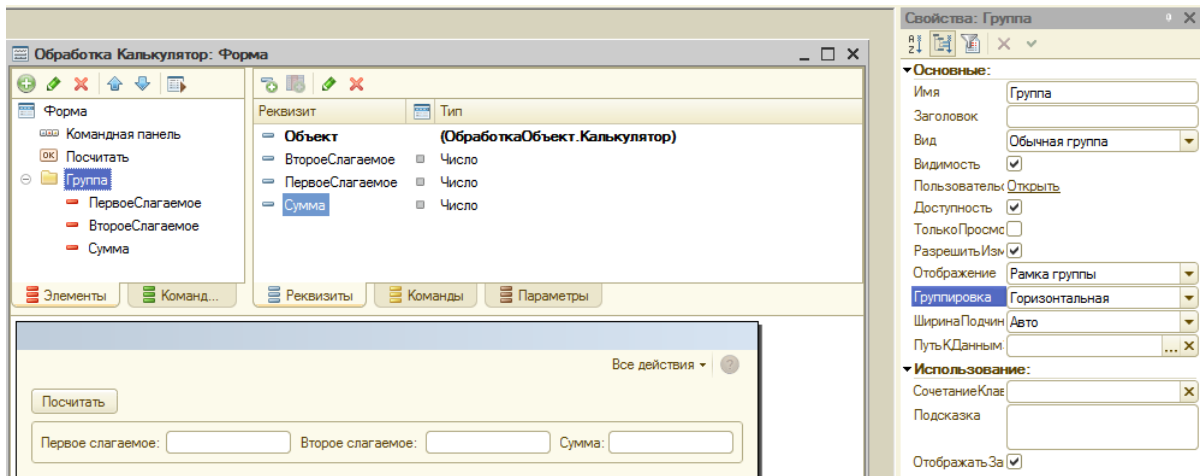

Рисунок 133 Пример настройки формы
- С помощью контекстного меню измените **Свойства** элемента **Группа**: Отображение и Группировка. Изменяйте свойства и приведите вид формы к необходимому. Пример на рис. 133.